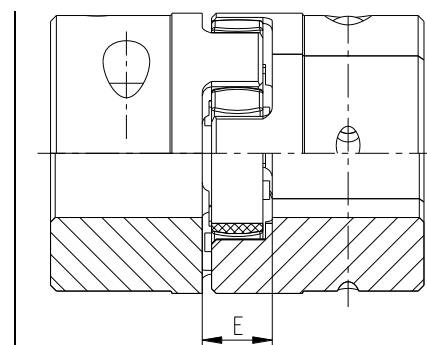

Рис. 9: Монтаж муфты
- Переместите агрегаты в осевом направлении, чтобы выдержать размер E (см. рис. 9).